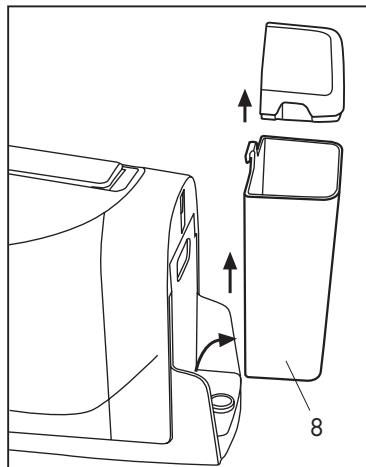

Fig. 1
- Estrarre il serbatoio (8) dalla macchina tirandolo verso l'alto, quindi rimuovere il coperchio (**Fig.1**)